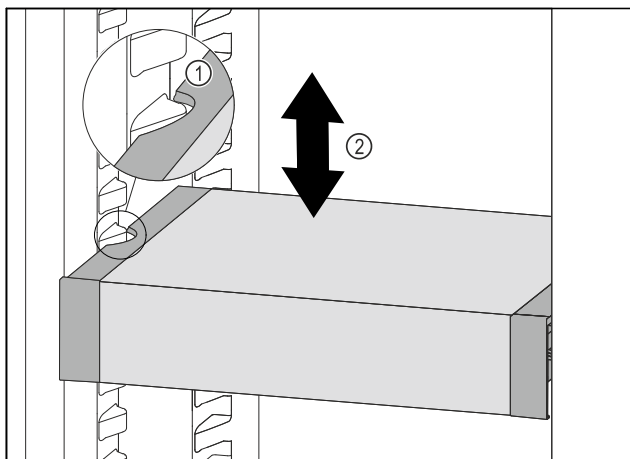

Fig. 113
- VarioSafe nach vorne ziehen, bis sich die seitlichen Aussparungen des VarioSafes auf Höhe der Behälterrippe im Kühlteil befinden. Fig. 113 (1)
- VarioSafe im Kühlteil nach oben oder unten bewegen, bis gewünschte Höhe erreicht ist. Fig. 113 (2)